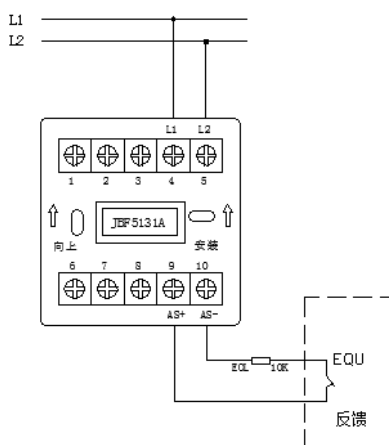

图 4 接线方式: 监视无源断开应答的现场设备
- 监视无源断开应答的现场设备时: AS+ (端子 9)、AS- (端子 10): 接应答 (无源触点), 连接在 AS+ 和 AS- 上的监视设备的动开端必须串联 10KΩ 终端电阻。接线示意图如图 4: